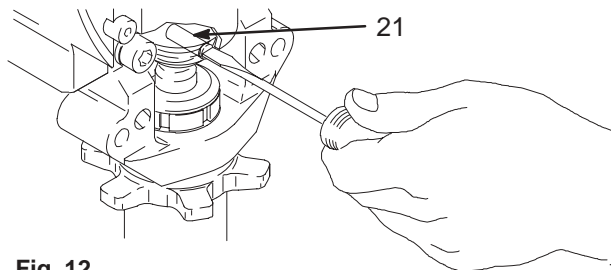

Fig. 12
3. Fig. 12. Bruk en skrutrekker til å presse låseringen opp og pinnen ut.
2. Fig. 12. Trykk pinnen (21) inn i hullet og press låseringen inn i sporet hele veien rundt veivstangen.